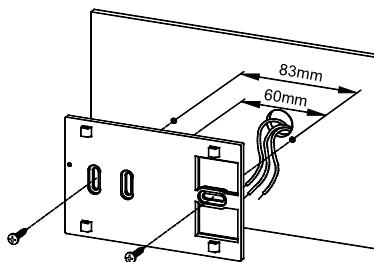
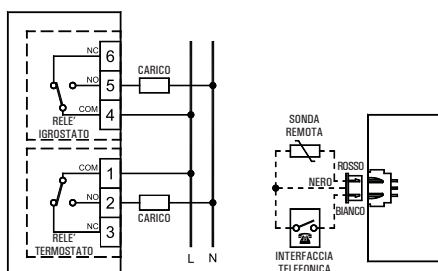
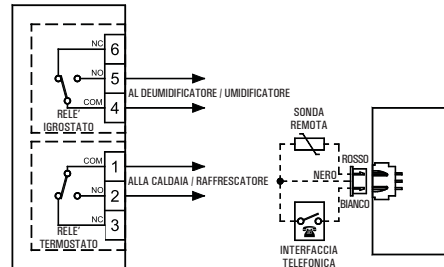

Fig. 3
Fig. 4
Fig. 5
- 2 Fissare la piastra direttamente sulla parete o su scatole di derivazione da 2 o 3 moduli tramite le due sedi per viti con interasse 60 mm oppure 85mm facendo attenzione a fare passare i cavi nella feritoia come indicato in Fig. 3.
- 3 Eseguire i collegamenti elettrici facendo passare i fili tramite l'apertura rettangolare della piastra a muro (Fig. 3), seguendo lo schema di collegamento di Fig. 4 o Fig. 5.